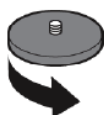

Fig.43
- 2 - Quitar manualmente lado o filtros centrales o desenroscando el casquillo situado en la parte superior redondeada filtro dentro del tanque. (Fig.43)